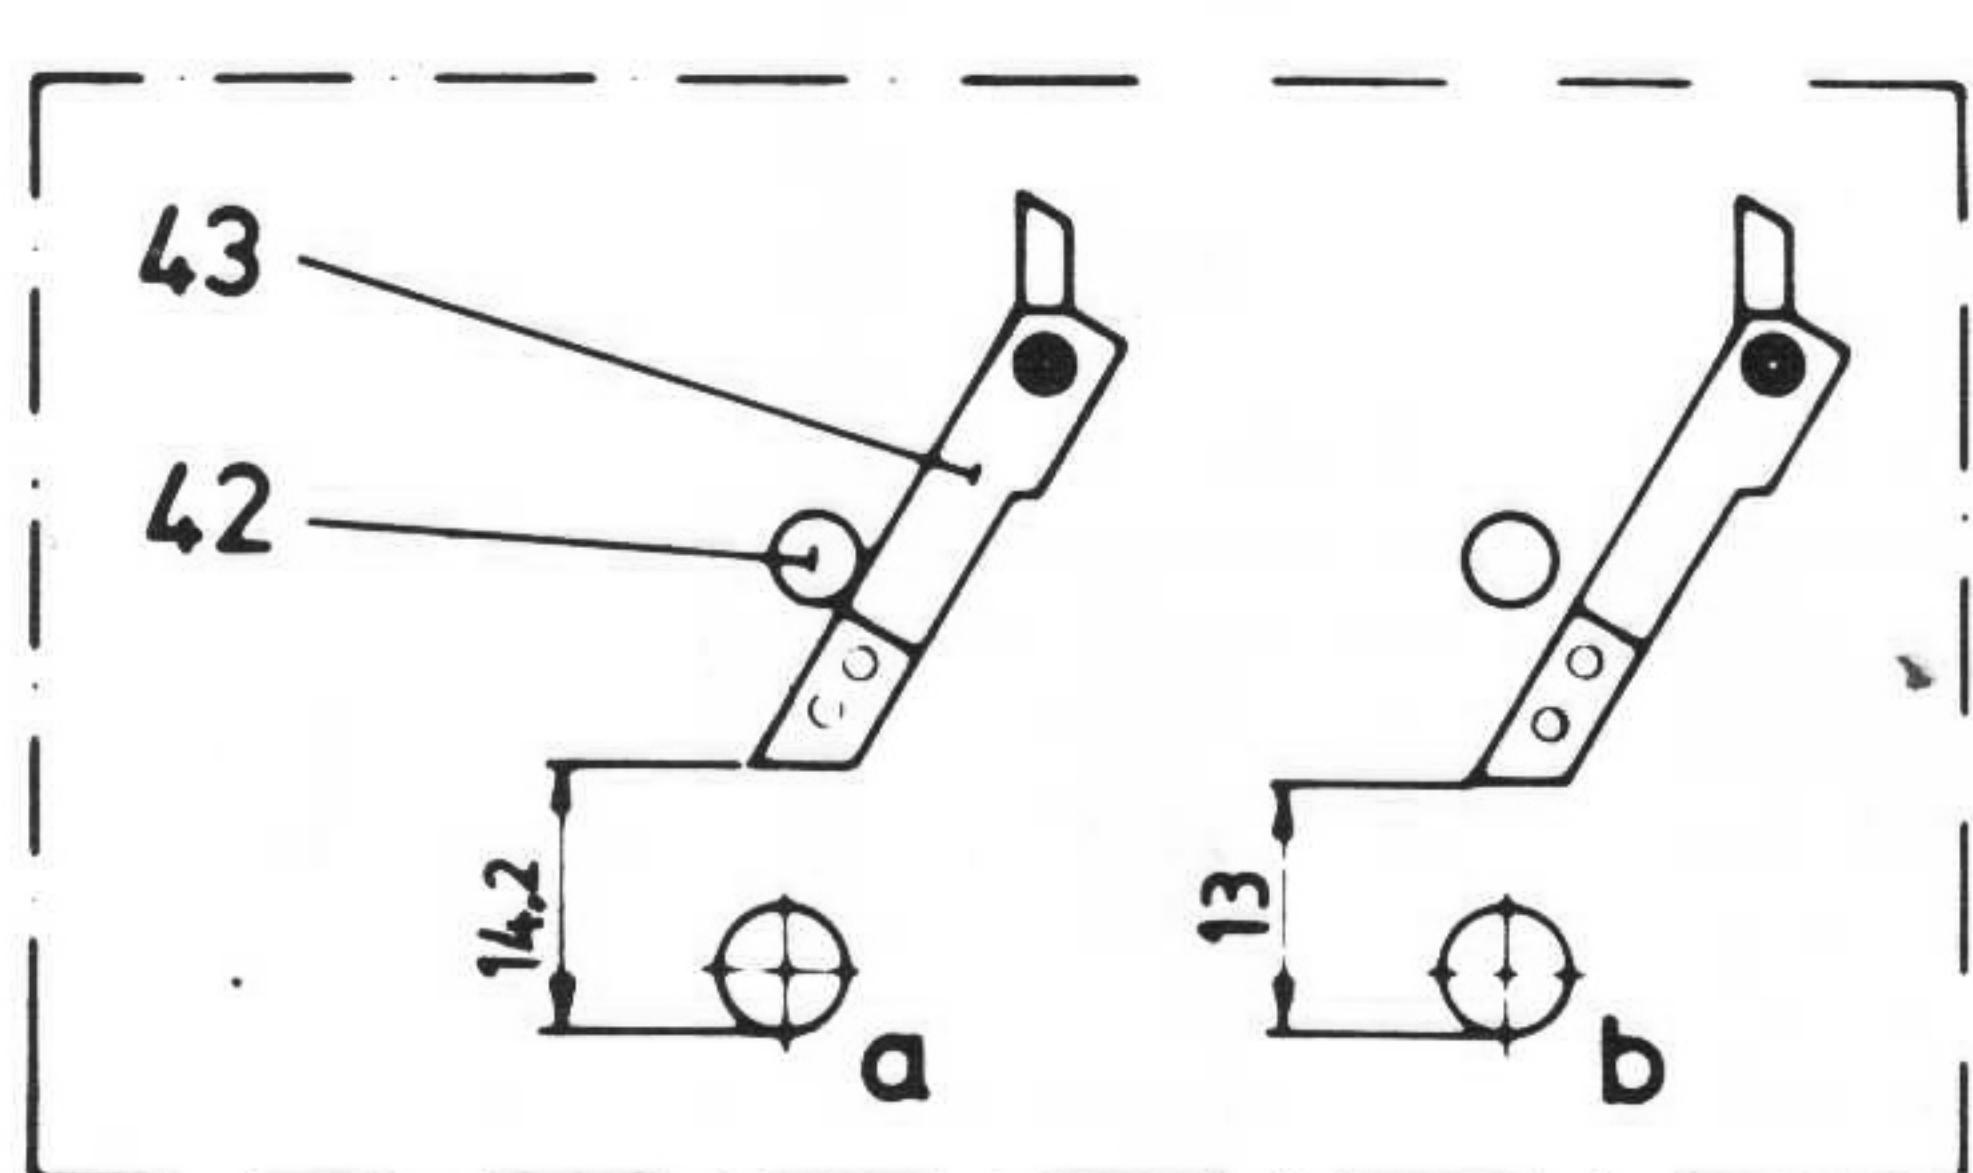

Fig. 3
Då armen hålls an mot stopptappen (42) skall mätet enligt fig. 3 a innehållas. Justeras genom vridning av stopptappen (42)